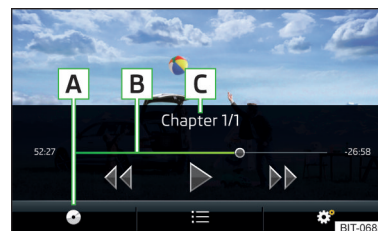

Fig. 184
Menu principal » fig. 184
Avance/retour du vidéo au moment souhaité	Touchez la barre de lecture B » fig. 184 à la page 161.
► Pour **afficher** le menu DVD dans le menu principal *Vidéo DVD* appuyez sur la touche :≡ » fig. 184 à la page 161.